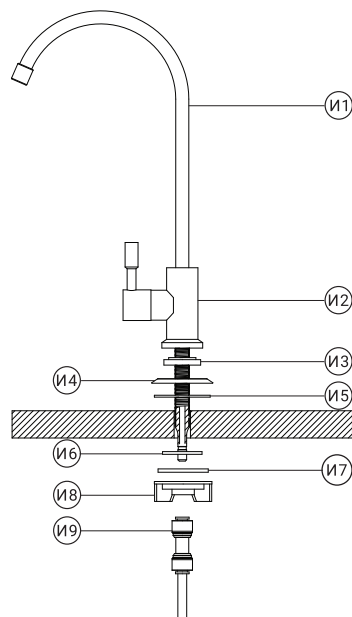

Рис. 11
2. Удалите транспортную заглушку и произведите монтаж крана (рис. 11) в следующей последовательности:
4. Фитинг 1/4" вместе с установленной в него трубкой подключите к штоку крана чистой воды (см. раздел «Подключение фильтра» и (рис.11)).